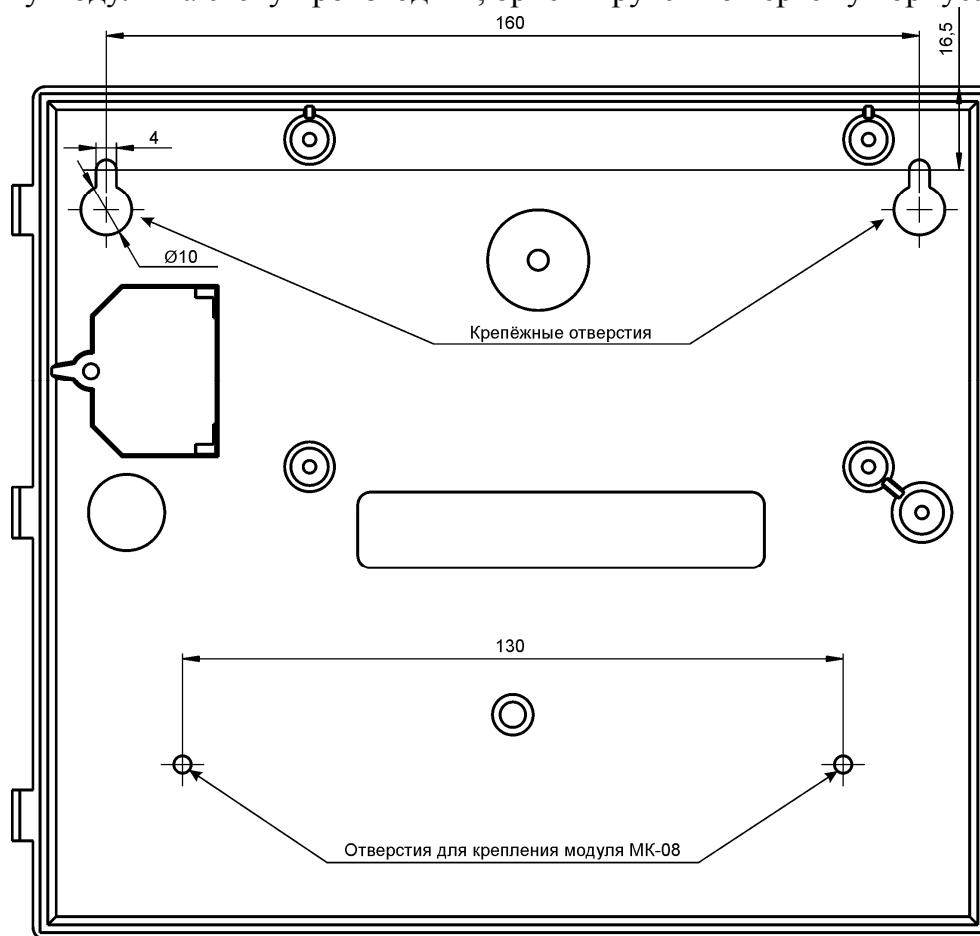
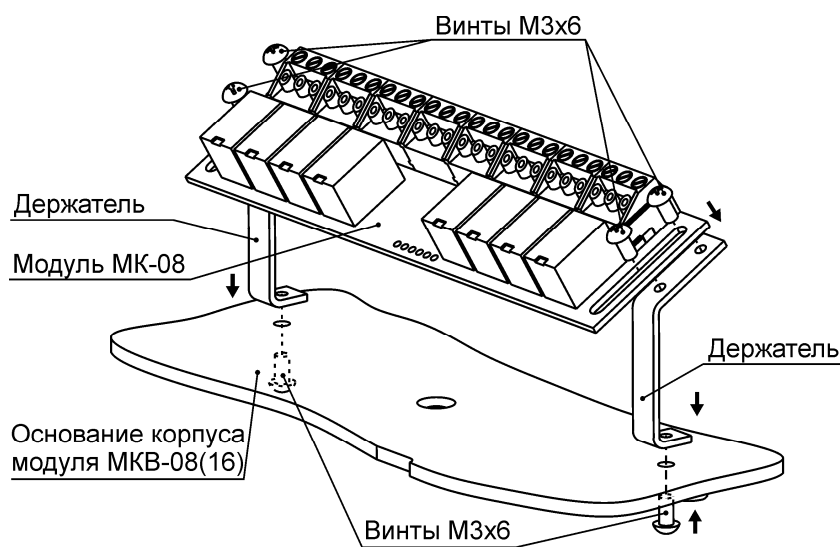

Рисунок 4 - Установочный чертёж корпуса (вид изнутри)
Рисунок 5 - Установка модуля МК-08
Просверлить в стене два отверстия. В отверстия вкрутить шурупы и повесить на них модуль. Установку модуля на стену производить, ориентируясь по чертежу корпуса - Рисунок 4.
- перед установкой отключите модуль МКВ-08(16) от сети 12В;
- установите держатели модуля МК-08 на основании корпуса модуля МКВ-08(16) (см. Рисунок 4) и закрепите их винтами (держатели и винты из комплекта ЗИП модуля МК-08) – см. Рисунок 5;
- закрепите модуль МК-08 при помощи винтов к держателям – см. Рисунок 5;